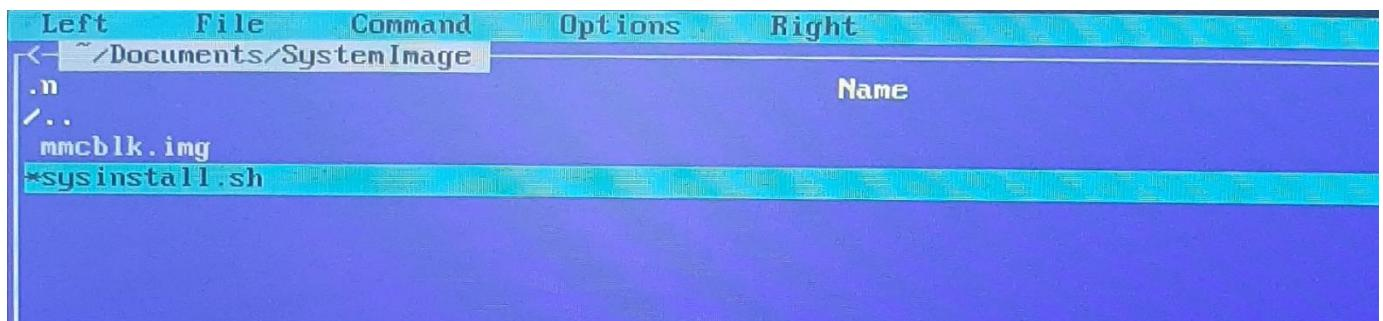

Рис. 19
- перейти в каталог /home/test/Documents/SystemImage (Рис.19)